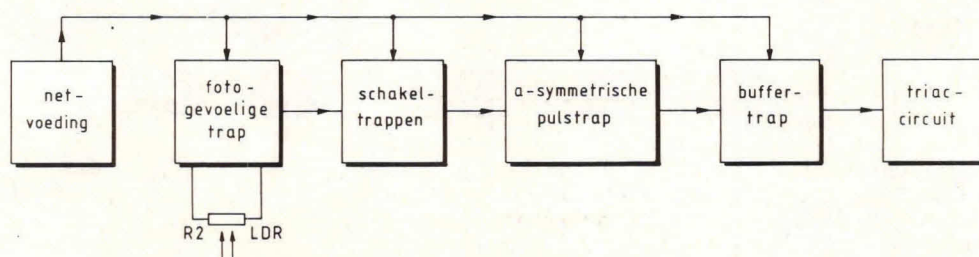

Fig. 1. Het hart van de licht/donkerautomat wordt hier gevormd door de asymmetrische pulstrap, die in/uit wordt geschakeld via de lichtgevoelige weerstand R2.
Bij geheel donkere omgeving heeft een LDR meestal een weerstand van miljoenen ohms. Valt er erg veel licht op een LDR, dan zal de weerstand kunnen zijn afgenomen tot enige honderden ohms. Fig. 1 geeft het blokschema van de licht/donkerautomat.
▶ ontoelaatbaar. Om dit te voorkomen hebben we een asymmetrische pulstrap ontworpen. Hierop komen we later terug. De asymmetrische pulstrap die zorgt voor het in/uitschakelen van de triac, via de buffertrap, wordt op zijn beurt (in fig. 1) gestuurd vanuit schakeltrappen. De schakeltrappen op zich worden gestuurd vanuit een fotogevoelige trap die gekoppeld zit aan weerstand R2. Daarbij stelt weerstand R2 de LDR voor. De fotogevoelige trap, schakeltrappen, asymmetrische-pulstrap en buffertrap worden, via een speciale netvoeding, voorzien van spanning.
De gevoeligheid waarop de schakeling dient te reageren kan met P1 over een groot bereik worden ingesteld. Dit loopt van lichte schemer tot vrij donker. Poort N1 is hier gekoppeld als fotogevoelige schakeltrap. De poorten N2 en N3 vormen samen de schakeltrappen, die in fig. 1 zijn besproken. Als het licht is zal de weerstand van LDR laag zijn en is ook de ingang van poort N1 laag. Dit houdt in dat de uitgang van de poort N1 hoog is, zodat de uitgang van poort N3 hoog is. Dit hoog zijn van de uitgang van poort N3 stuurt via diode D3 de asymmetrische pulstrap N4 aan. Omdat poort N4 spanning krijgt, zal de asymmetrische pulstrap niet kunnen werken.